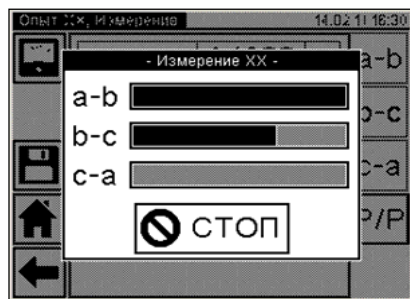

Рисунок 6.20
16) Выполнить измерение, для чего нажать кнопку  в окне "Опыт XX. Измерение" (рисунок 6.19). На экране появится окно, демонстрирующее динамику процесса измерения (рисунок 6.20). При необходимости процесс измерения может быть остановлен нажатием кнопки . По завершении измерения на экран будут выведены результаты измерения (рисунок 6.21, 6.22). Для просмотра всех результатов поочередно нажимать на вкладки "a-b" (рисунок 6.21), "b-c", "c-a", "P/P" (рисунок 6.22).